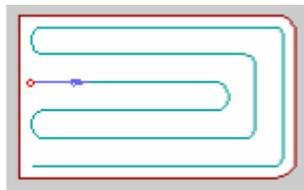

Рис. 21. Тип обработки «Зигзаг эквидистантный»
4. **Зигзаг эквидистантный** (рис. 21) — обработка по ленточной спирали с чередованием встречного и попутного направления фрезерования. Используется для обработки КЭ «Уступ».